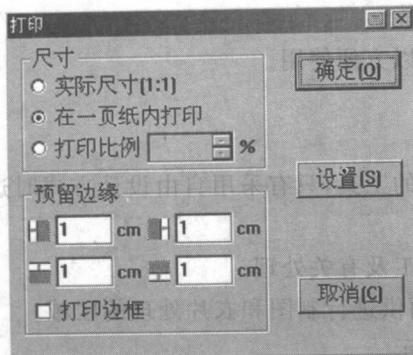
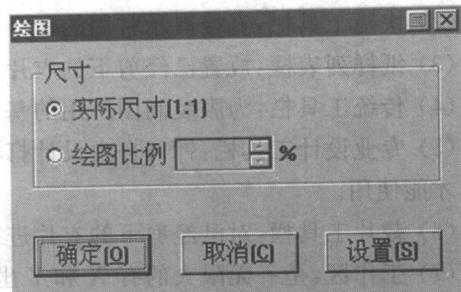

图 2-2-1
图 2-2-2
- (1)  新建: 重新建立一个新的文档。从下拉式文件菜单中选新建或单击快捷图标(或使用快捷键 Ctrl+N), 在工作区中出现对话框; 选取一种方式单击 OK 确定。
- (2)  打开: 打开一个已经存在的文档。快捷键 Ctrl+O。
- (3)  保存: 把一个编辑过的文档存储起来。快捷键 Ctrl+S。
- (4)  撤消: 单击一次, 撤消当前操作返回到上一次操作状态。若连续单击, 可连续返回(直到该图标变灰为止)。快捷键 Ctrl+Z。
- (5)  重新执行: 与“撤消”匹配使用。单击一次, 则复原一次撤消后的操作。可连续单击, 连续恢复撤消结果直到该图标变灰。快捷键 Ctrl+Y。
- (6)  打印预览: 对将要打印的图文在打印之前进行预览, 并设置打印的相关选项。单击打印预览弹出对话框(图 2-2-1), 单击设置按钮弹出对话框(设置同打印设置项), 设置好打印机选项后单击确定即可。
- (7)  打印: 打印输出命令。单击该命令, 则弹出打印设置对话框(设置内容与打印预览相同), 选项设置完成后即可打印。
- (8)  绘图: 纸样绘图输出命令。单击该命令, 则弹出“绘图”选项对话框如图 2-2-2 所示。单击对话框中的“设置”按钮, 出现“绘图仪”对话框如图 2-2-3 所示。在对话框中对当前绘图仪、纸张、预留边缘及绘图仪端口进行设定, 选定选项后单击确定即可绘图(有关自定义纸张、端口设定请参阅附注)。
- (9)  衣片列表框: 隐藏/显示衣片列表框命令。